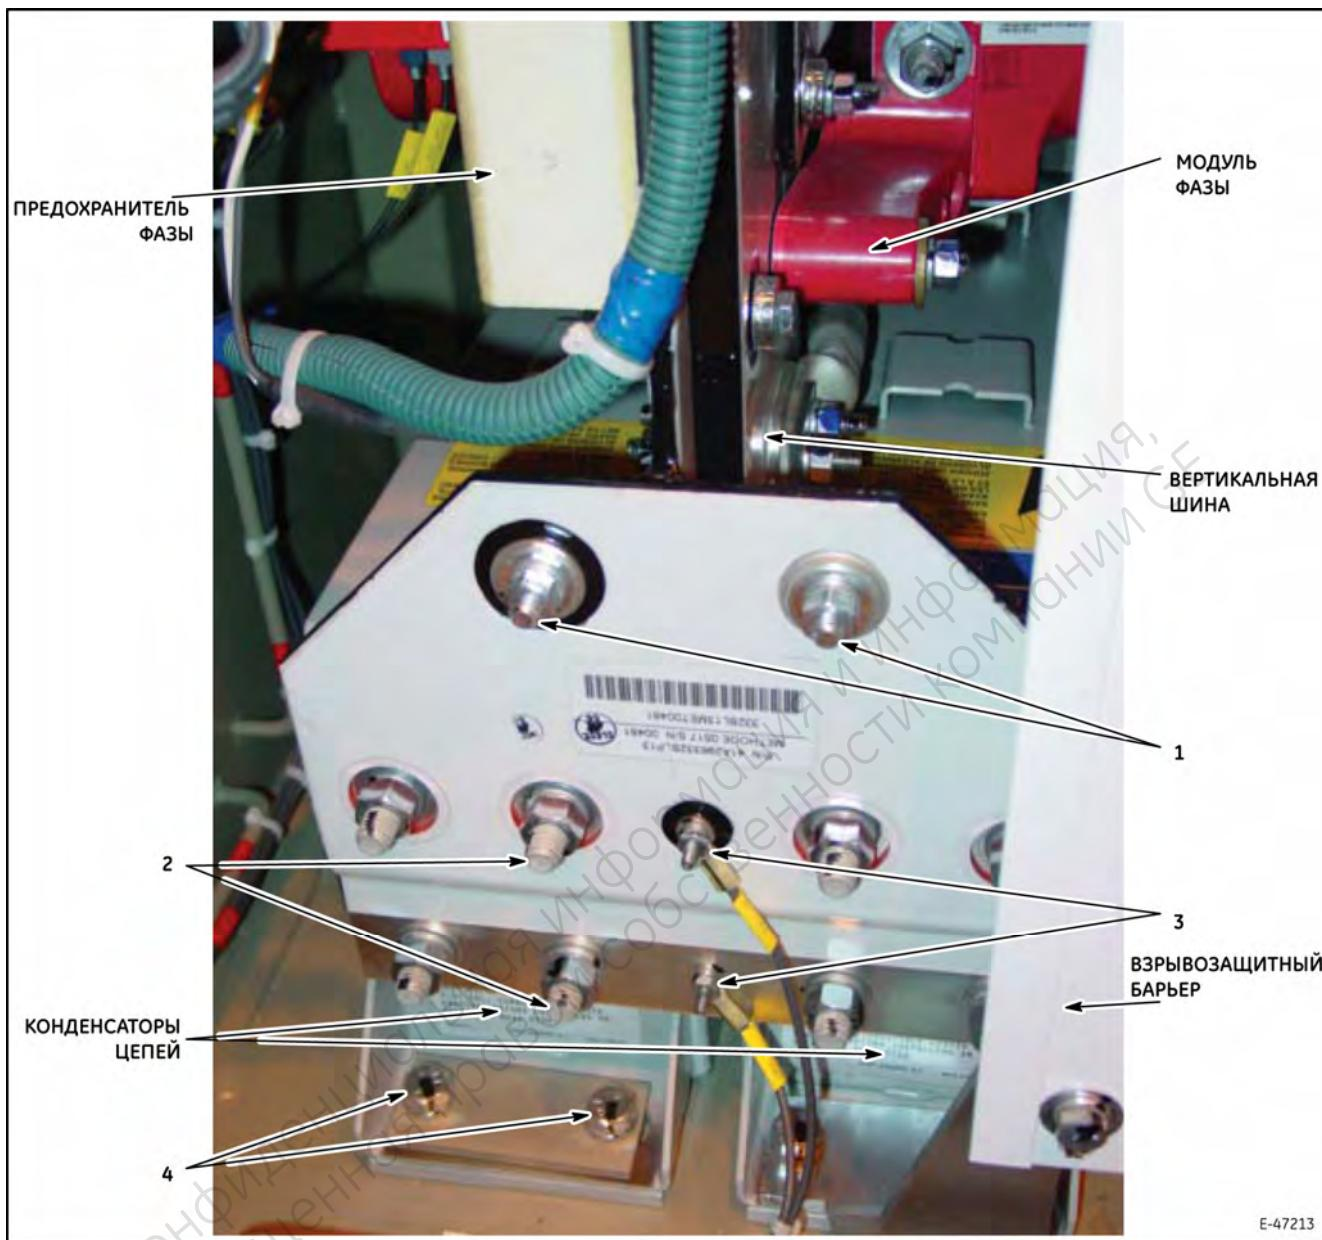

Рис. 32. Конденсатор цепи и присоединенные компоненты.
1. Остановите дизель и переместите переключатель управления дизелем (EC) в положение Start («Пуск»), чтобы предотвратить включение аварийного сигнала.
4. Снимите крепежные болты и изделия с перегородки, закрывающей конденсатор (рис. 32).
5. Снимите гайки и элементы крепления конденсатора к шине и соединения вертикальной шины (элементы 1, 2 и 3, рис. 32).
9. Для замены конденсатора выполните обратный процесс. При установки нового конденсатора перед затяжкой монтажных болтов конденсатора с определенным моментом свободно установите все элементы. Затем присоедините конденсатор к вертикальной шине, точно установите конденсатор и затяните гайки соединения верхней шины конденсатора с вертикальной шиной. Момент затяжки гаек соединения верхней шины конденсатора и вертикальной шины (элемент 1, рис. 32) $34 \pm 1,4$ Нм, гаек соединения нижнего конденсатора к шине конденсаторов (элемент 1, рис. 32) $20,2 \pm 0,7$ Нм, монтажных болтов конденсатора (элемент 4, рис. 32) 84 ± 3 Нм.
4. Снимите взрывозащитную перегородку над модулем в передней части снимаемого инвертора (рис. 32).